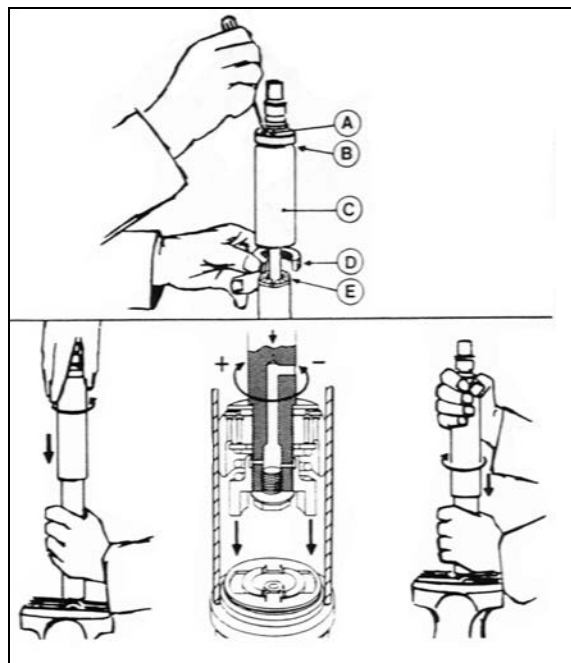

FIGURE 26: AMORTISSEUR
Pour régler la vitesse du cycle d'ouverture et de fermeture sur l'amortisseur (Figure 26) :
2. Fermer complètement l'amortisseur tout en pivotant lentement le capot pare-poussière ou la tige piston dans le sens antihoraire jusqu'à sentir que les cames de l'écrou de réglage entrent dans les encoches de l'ensemble de clapet (Figure 26).
Dans la Figure 26, s'il y a une échancrure (B) sur le capot pare-poussière (C) et que le capot possède deux trous (A), l'amortisseur est muni d'une butée en caoutchouc (D). Si tel est le cas, étendre complètement l'amortisseur et insérer une barre ronde ou un tournevis dans les trous. Pousser la butée en caoutchouc vers le bas et la retirer. Enlever la bague fendue en plastique (E) (le cas échéant) de la tige piston.
Si une butée de caoutchouc avait été installée, la remettre dans le capot pare-poussière. En fermant complètement l'amortisseur, la butée se placera dans la partie supérieure du capot pare-poussière. Remettre en place la bague fendue en plastique (E) (Figure 26)